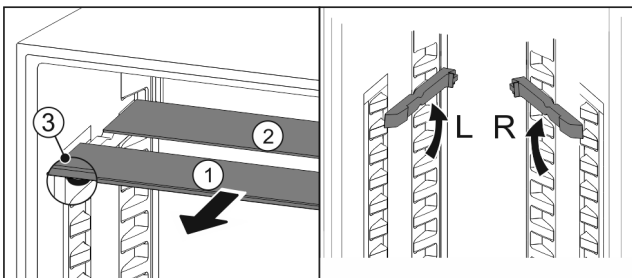

Fig. 96
- Glasplatten einzeln nach vorne herausziehen Fig. 96 (1).
- ▷ Glasplatte Fig. 96 (1) mit Zierleiste liegt vorne.
- ▷ Stopps Fig. 96 (3) zeigen nach unten.